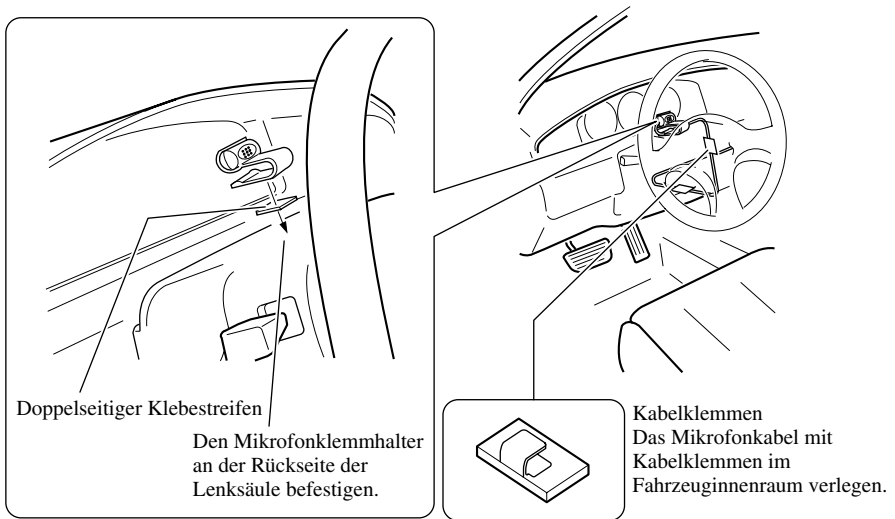

Abb. 19
2. Das Mikrofon an der Lenksäule befestigen. (Abb. 19)